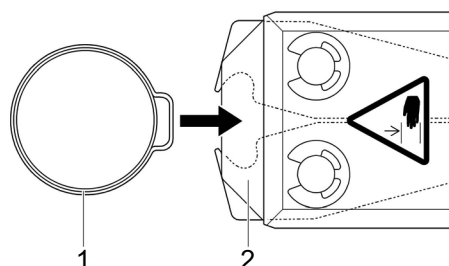

Fig. 14 : Insertion du collier
1. Insérez l'oreille d'un collier OETIKER (Fig. 14/1) dans la zone de serrage de la tête de pince (Fig. 14/2).